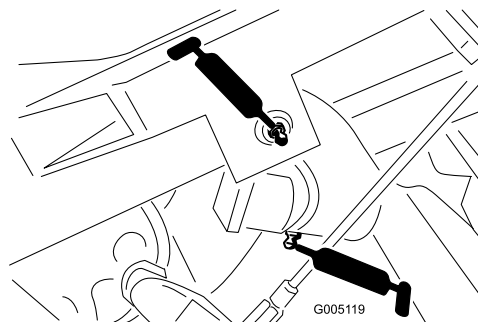

Figura 26
- Articulação do braço de elevação (3) e dobradiça (3) (Figura 26)